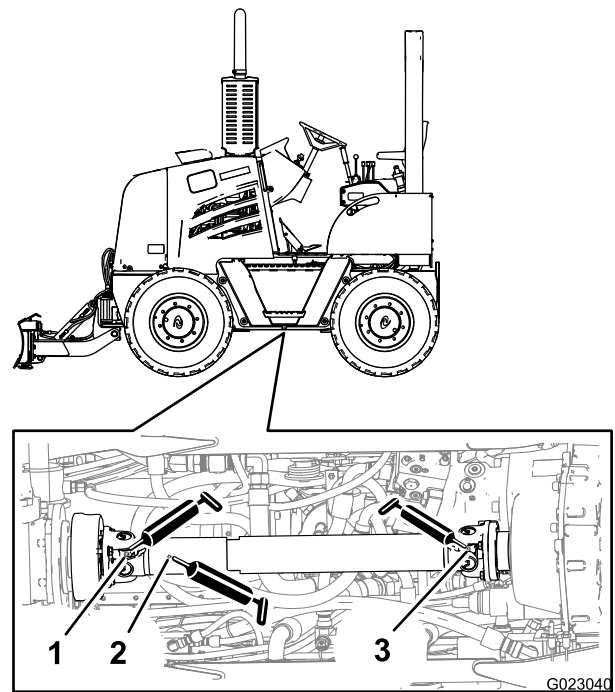

Bild 34
2. Setzen Sie eine Fettpresse auf den Schmiernippel für die Schiebekupplung am vorderen Ende der Antriebswelle und drücken Sie zwei bis drei Stöße des Fetts auf den Schmiernippel ein (Bild 34).